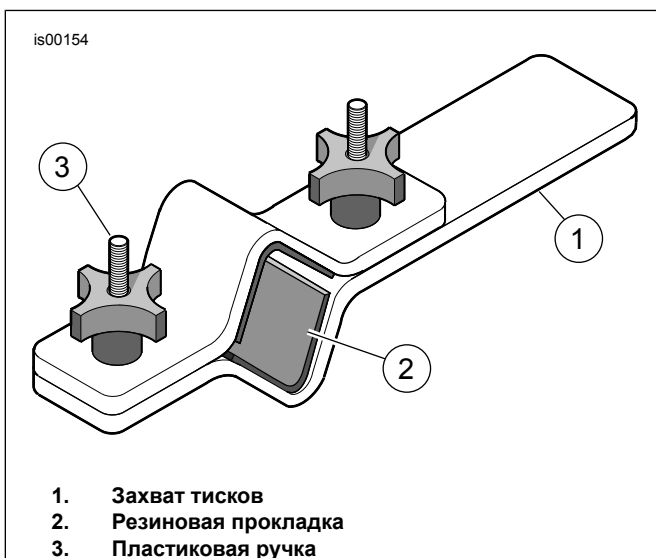

Рисунок 6. Держатель трубы вилки (HD-41177)
1. См. рис. 6. Установите вилку на держатель трубы вилки (HD-41177) следующим образом:
- a. Зажмите конец инструмента (1) в тисках в горизонтальном положении.